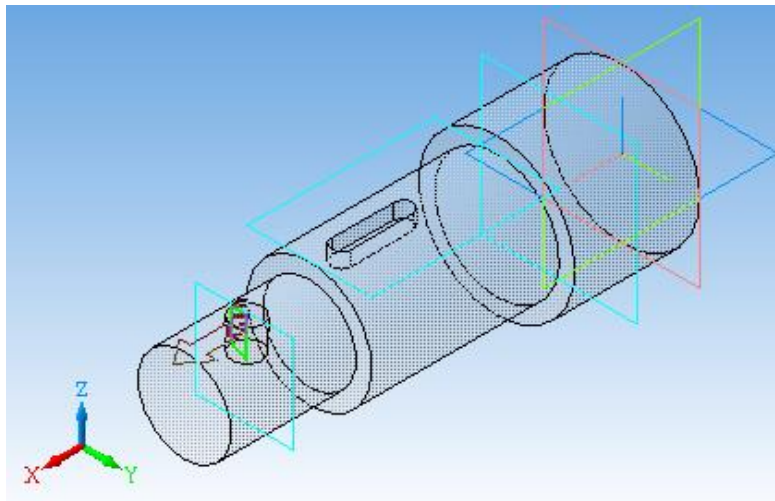

Рис. 4.17. Формування отвору
5. Формуємо отвори, використовуючи команду  *Вирізати обертанням* з параметрами: *Спосіб побудови - Сфероїд*, *Тонка стінка - Ні* (рис. 4.17).